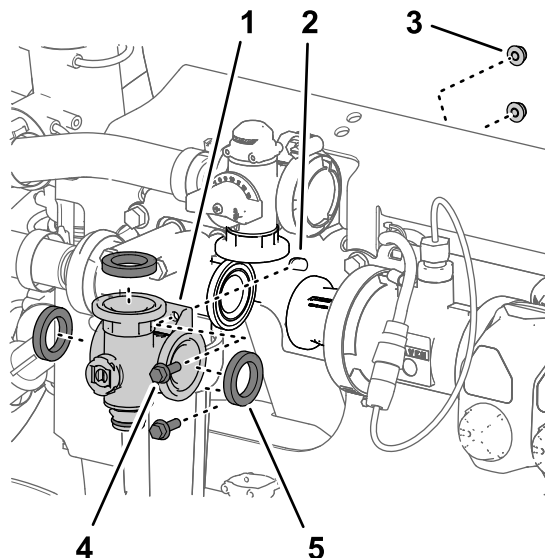

図 107
3. 攪拌バルブマニホールドをバルブサポートに固定しているフランジヘッドボルト $\frac{1}{4} \times \frac{3}{4}$ " 2本とフランジロックナット $\frac{1}{4}$ "2個を取り外す 図 107。
4. 機体から攪拌バルブマニホールドとガスケットを取り外す 図 107。